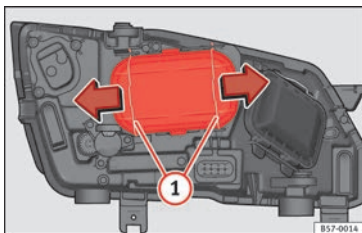

Fig. 104 Nel vano motore: estrarre il coperchio.
2. Far scorrere i tiranti » **fig. 104** ① nel senso della freccia e sfilare la chiusura.